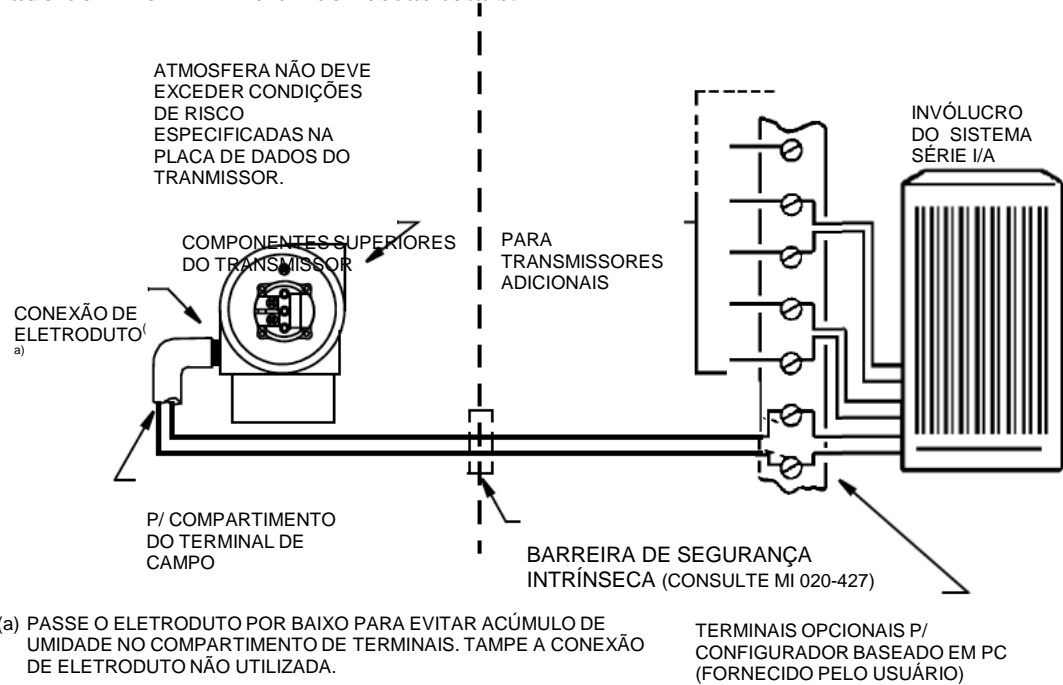

Figura 41. Fiação Típica do Transmissor em um Sistema Série I/A
2. Passe fios de sinal (0,50 mm² ou 20 AWG, típico) por uma das conexões de eletroduto do transmissor conforme mostrado na Figura 41. Use o fio de par trançado para proteger a saída digital e/ou comunicações remotas contra interferências ou ruídos elétricos. Cabos blindados podem ser exigidos em determinados locais.